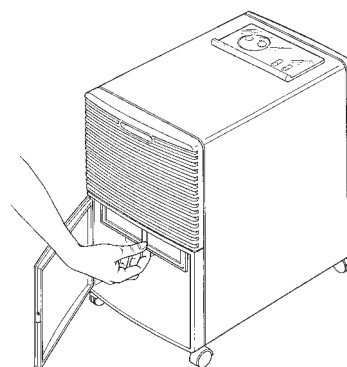

Fig. 4
- Lågen ind til vandbeholderen åbnes og filteret trækkes ned og ud (fig. 4)